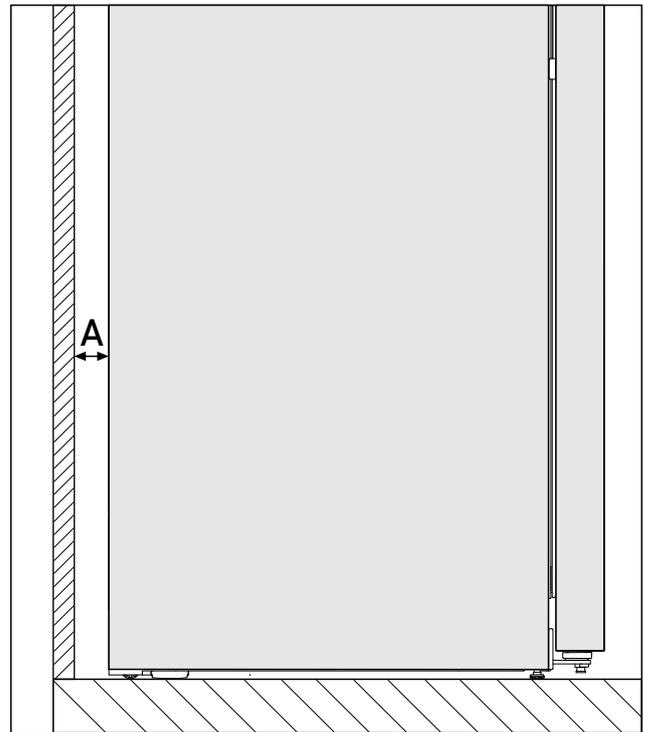

Fig. 3 \*
已在冰箱背面与墙壁之间的离墙距离为 Fig. 3 (A) 时确定能量消耗。当离墙距离小于 Fig. 3 (A) 时，不会影响冰箱的功能，但在更小的离墙距离下，能量消耗会略微升高。